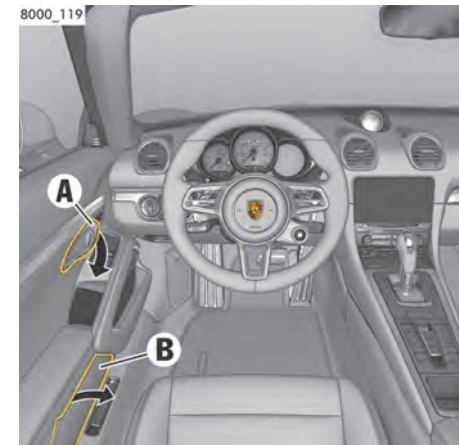

Fig 239 : Ouverture des portes de l'intérieur
- ▶ Tirez sur le mécanisme d'ouverture des portes **A** (Fig. 239).